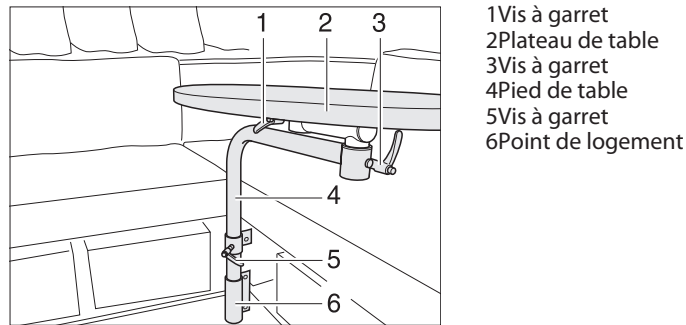

Fig. 61 Table pivotante
- Desserrer les vis à garret (Fig. 61,1, 3 et 5).
- Faire pivoter le plateau de table (Fig. 61,2) dans la position désirée.
- Desserrer la vis à garret (Fig. 61,5).
- Retirer le plateau de table (Fig. 61,2) avec son pied (Fig. 61,4) de la fixation (Fig. 61,6) et la poser de côté.